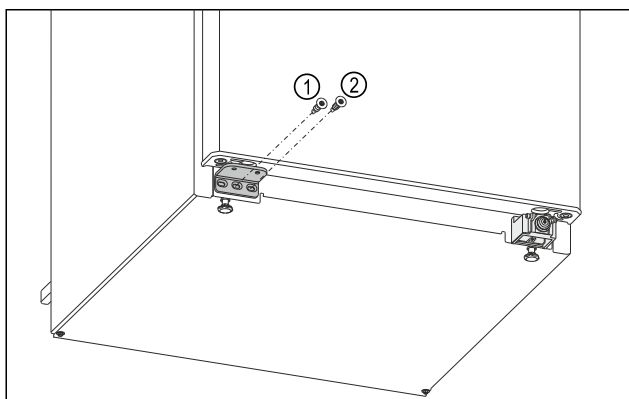

Fig. 24
- ▶ Затяните центральный винт опорного кронштейна Fig. 24 (1) отверткой Torx 20.
- ▶ Затяните внутренний винт опорного кронштейна Fig. 24 (2) отверткой Torx 20.